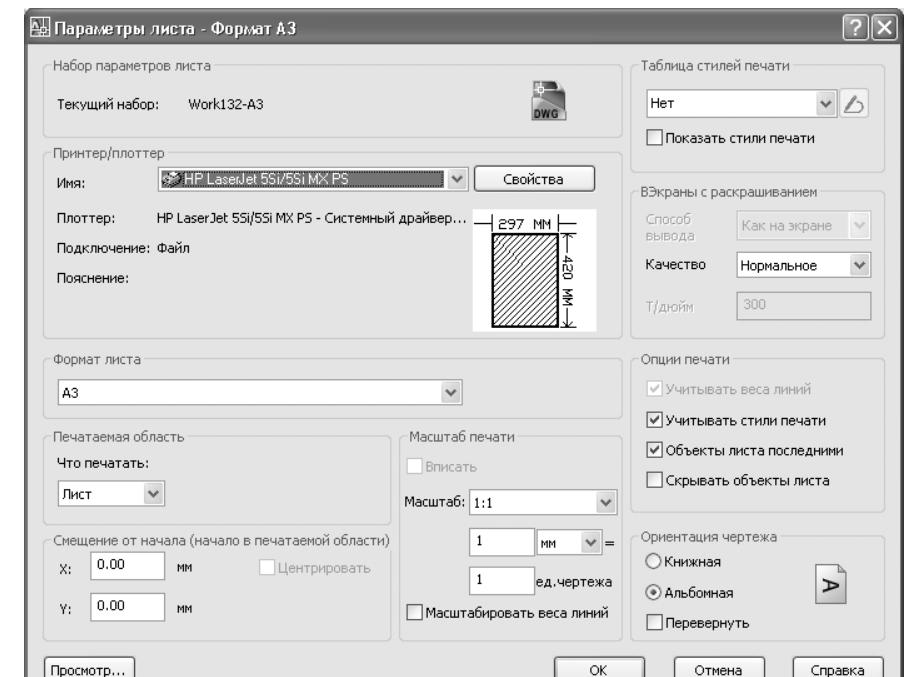

Рис. 13.23 ▼ Набор параметров страницы **Work132-A3** для компоновки **Формат А3**
16. Удостоверьтесь в том, что все параметры страницы соответствуют ранее определенным вами значениям, указанным при создании компоновки с помощью мастера **Создание листа** (Create Layout) (рис. 13.23) и щелкните на кнопке **Свойства** (Properties), которая находится справа от списка **Имя** (Name) в группе **Принтер/плоттер** (Printer/plotter).